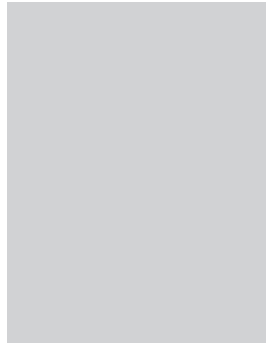
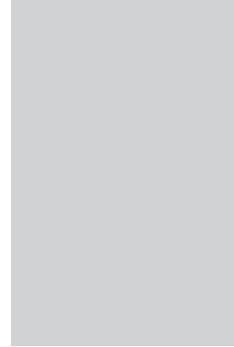

図9 アナログテスタ^①
図10 デジタルテスタ^②
(c) 回路計^① 電圧・電流・抵抗などの電気にかかわる基礎的な量を測定する場合には、回路計(テスタ)がよく用いられる。一般に測定項目は、直流電圧(DCV)・直流電流(DCmA)・交流電圧(ACV)・抵抗(Ω)の4種類である。このほか、交流電流・静電容量・温度などが測定できるものもある。図9にアナログ式の回路計、図10
① circuit tester